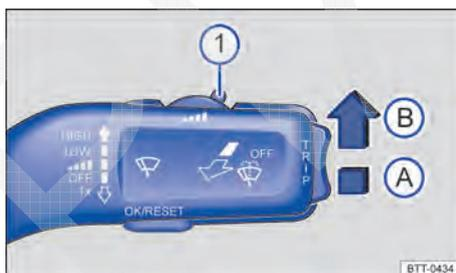

Fig. 96 Na alavanca dos limpadores do para-brisa à direita da coluna de direção: ajustar o sensor de chuva e de luz .
A sensibilidade do sensor de chuva e de luz pode ser ajustada manualmente com o interruptor na alavanca dos limpadores dos vidros → Fig. 96 ① → ▲.
Pressionar a alavanca na posição desejada → Fig. 96: